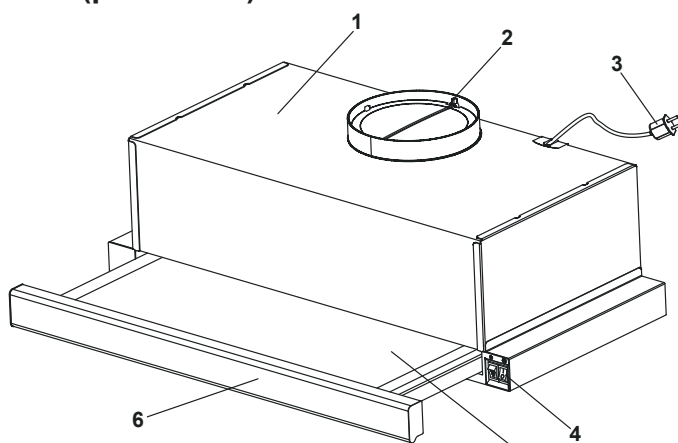

Рис.3
ВНИМАНИЕ! Дополнительно изделие изготавливается со следующими декоративными элементами (**рис.3**):
5.3 Вытяжка состоит из следующих составных частей (**рис.3 / 3.1**).